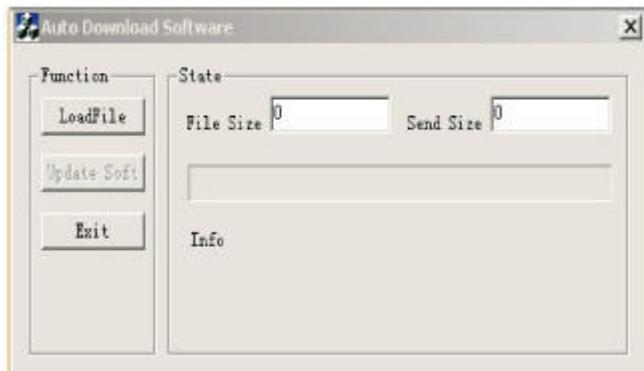
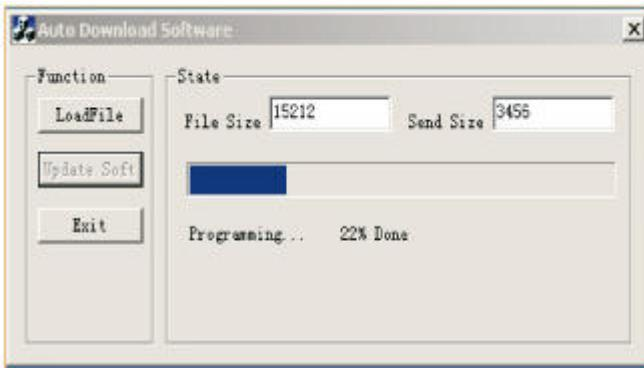

Figura 4
Figura 5
3. Executar no computador a janela “Auto Download Software” e pressionar o botão “LoadFile” como mostra a figura 4. Loego fazer click em “Update Soft” para descargar o software (figura 5).